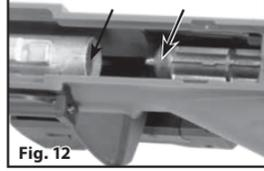

Fig. 12
5. Tirez la poignée d'armement suffisamment pour exposer le joint torique dans le joint du verrou et l'ouverture du boîtier de recul. Mettez une goutte d'huile RMC01L à ces deux endroits (Fig. 12).